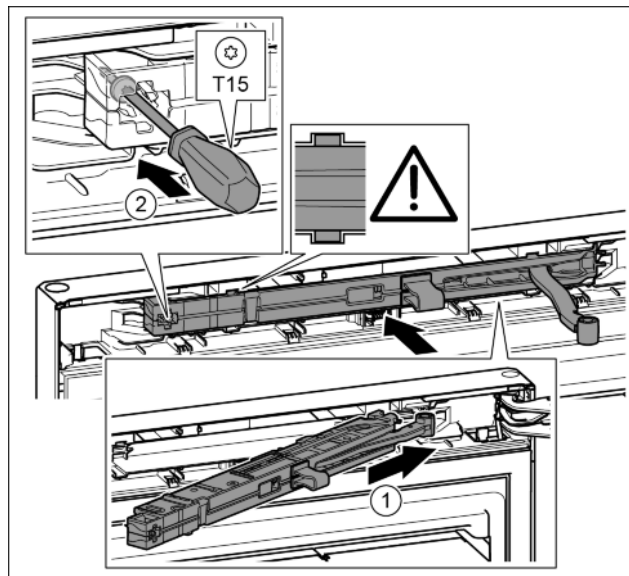

Fig. 19
- Вставить узел амортизатора со стороны опорного кронштейна в выемку до упора под наклоном. Fig. 19 (1)
- Затянуть винт отверткой T15. Fig. 19 (2)